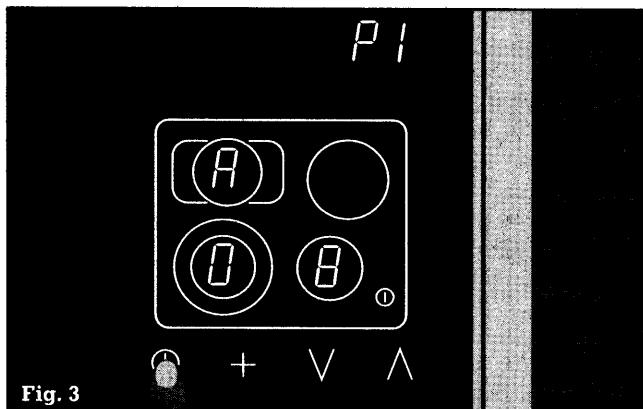

Fig. 3
- Tryck lätt på symbolen timer \odot om du vill spara värdet. Nu hörs en ny signal och P I lyser konstant (fig. 3).